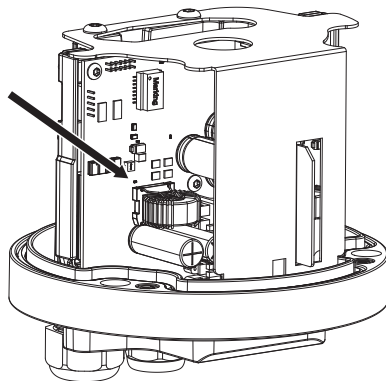

Рис. 29
Убедитесь, что указанный на рисунке светодиод не горит (Рис. 29, страница 24).
**НЕИСПРАВНОСТЬ** Устройство не включается. Указанный на рисунке светодиод выключен (Рис. 29, страница 24).